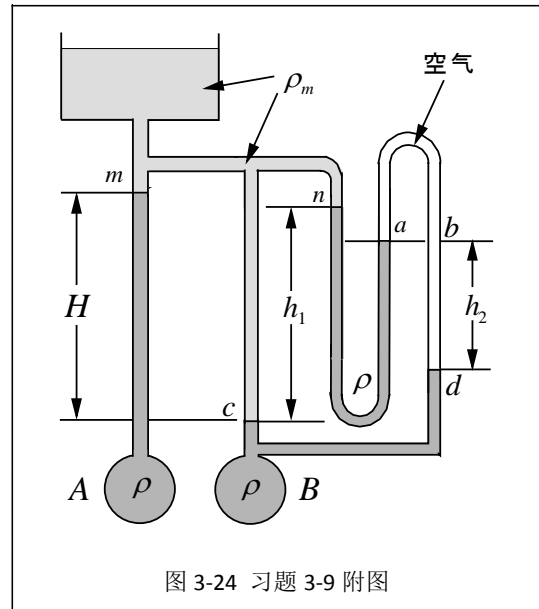

图 3-24 习题 3-9 附图
**3-9** 为了精确测定 A、B 两管道内流体的微小压差，设计如图 3-24 所示的微压计；A、B 两管道内和 U 形管内为同一种流体，密度为  $\rho$ ；微压计上方的流体略轻一些，密度为  $\rho_m$ 。试用读数  $H$ 、 $h_1$ 、 $h_2$  和  $\rho g$  表示 A 和 B 的压差。设 A、B 位于同一水平面。